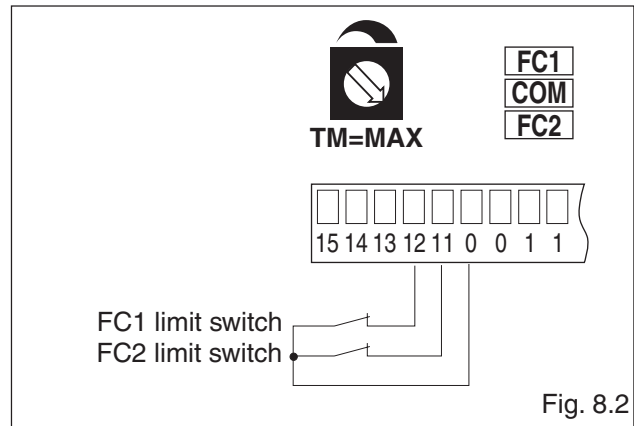

Fig. 8.2
- (Fig. 8.2) Fixer un temps de manœuvre TM=MAX et relier les contacts N.F. des fins de course d'ouverture et de fermeture aux bornes 0-11-12. Avec ces liaisons, le vantail s'arrête quand les fins de course se déclenchent.